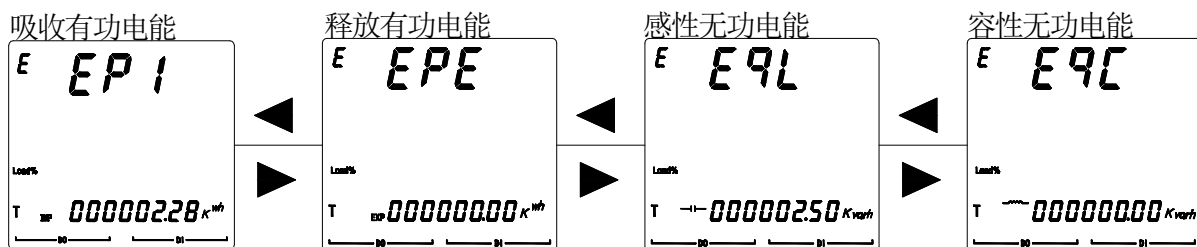

图 21
5.2.6 查看 AMC72L/96L 的电参参数步骤如图 21 所示